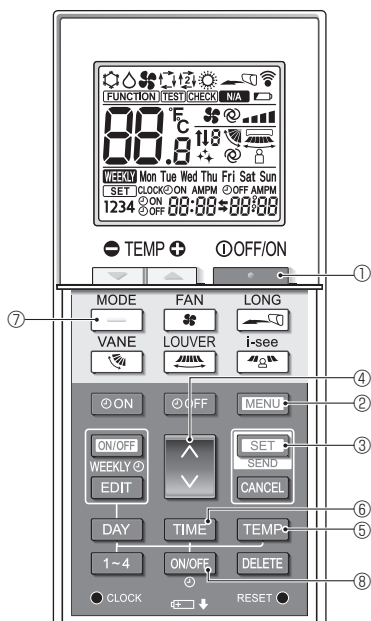

Fig. 7-9
1. Pulse el botón [←] ① para detener el acondicionador de aire.
2. Pulse el botón [MENU] ②.
Se mostrará la pantalla de configuración de funciones y parpadeará el n.º de función ③. (Fig. 7-9)